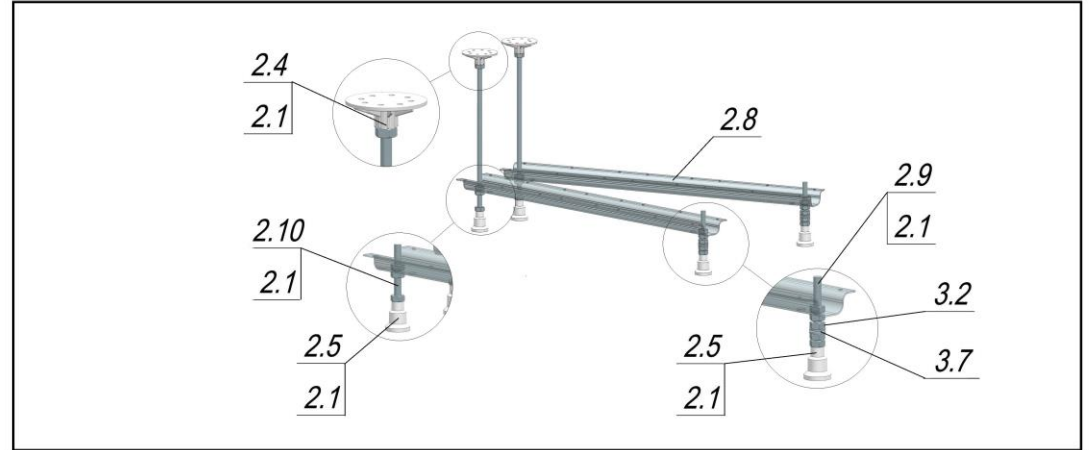

Рисунок 1- Сборка элементов каркаса
- Для сборки элементов каркаса необходимо навесить на швеллера поз.2.8 (2 шт.) следующие крепежные элементы (рисунок 1): шпильки поз.2.9 (2 шт.) и поз.2.10 (2 шт.), гайки поз.2.1 (14 шт.), опоры верхние поз.2.4 (2 шт.), опоры нижние (4 шт.).